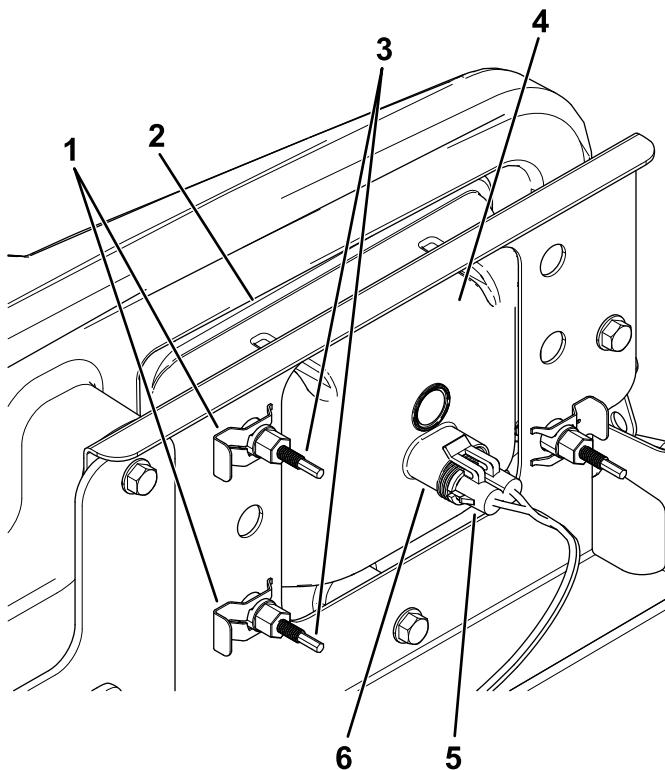

Bild 47
3. Schließen Sie den elektrischen Anschluss für den Kabelbaum vom Lampenanschluss ab (Bild 47).
4. Entfernen Sie die Schellen, mit denen der Scheinwerfer an der Scheinwerferhalterung befestigt ist (Bild 47).
5. Schieben Sie den Scheinwerfer nach vorne durch die Öffnung in der vorderen Stoßstange und entfernen Sie ihn (Bild 47).
6. Setzen Sie den neuen Scheinwerfer durch die Öffnung in der Stoßstange ein (Bild 47).
8. Schließen Sie den elektrischen Anschluss für den Kabelbaum am Lampenanschluss an (Bild 47).
5. Drehen Sie die Einstellschrauben an der Rückseite des Scheinwerfers (Bild 47), um den Scheinwerfer zu drehen und den Scheinwerferstrahl einzustellen.